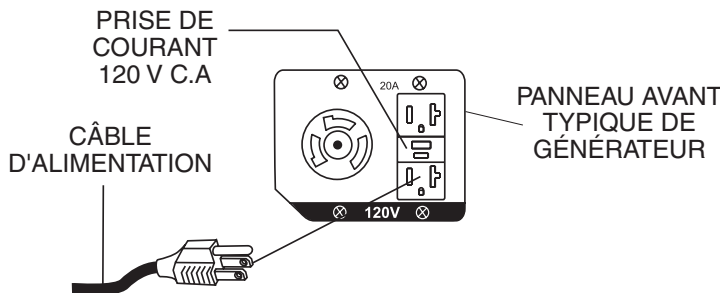

Figure 17. Connexion à une source d'alimentation
2. Connecter le câble d'alimentation C.A à la prise de 120 V. c.a du générateur utilisé. Voir Figure 17.